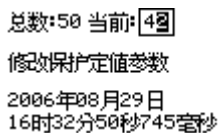

图 4-12 操作记录示例
⑤ 操作记录：查看本地操作、参数修改等记录信息。示例如图 4-12 所示界面。